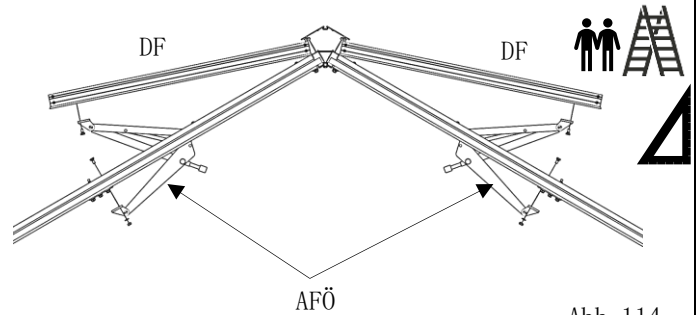

Abb. 114
- die beiden automatischen Fensteröffner (Pos. AFÖ) werden an die Dachfensterprofile (Pos. DF) montiert. (Abb. 114)